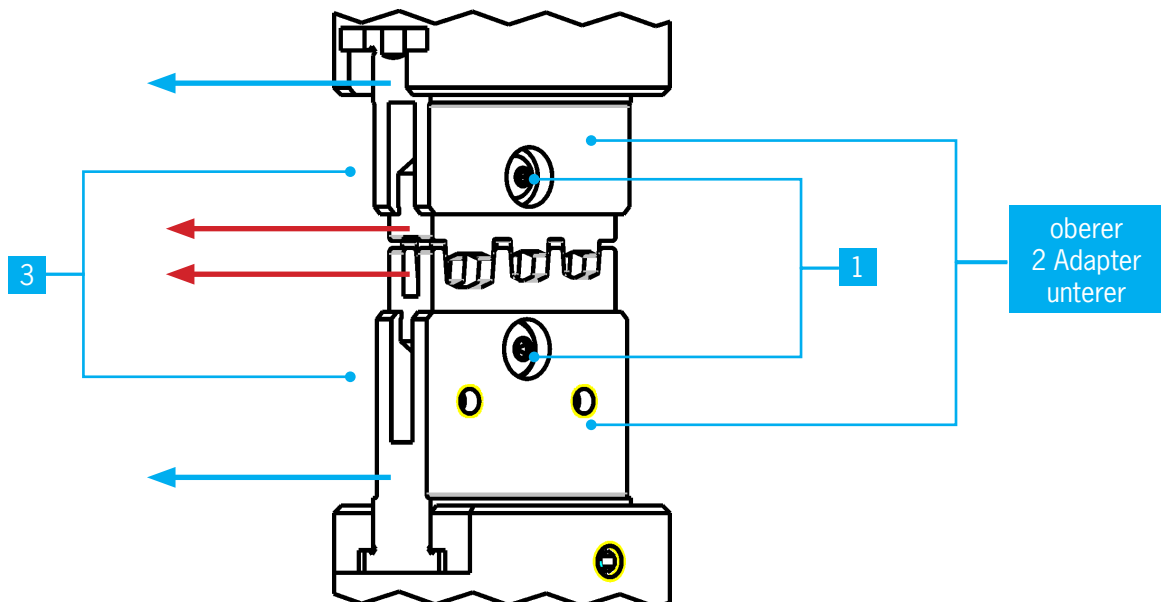

Abb. 4
- Lösen der Befestigungsschrauben des Ober- und Unterteils mit Innensechskantschlüssel SW 2,5 mm Abb.4/1; Crimpeinsatz über Gegenlage leicht öffnen
- Herausziehen des Crimpeinsatzes Abb.4/3 in Richtung der roten Pfeile aus den Adaptern Abb.4/2
- obere Adapteraufnahme um 90° drehen, so dass die Befestigungsschraube Abb.4/4 des oberen Adapters zum Bediener zeigt
- beide Adapter nach vorne in Richtung der blauen Pfeile herausziehen Abb.4